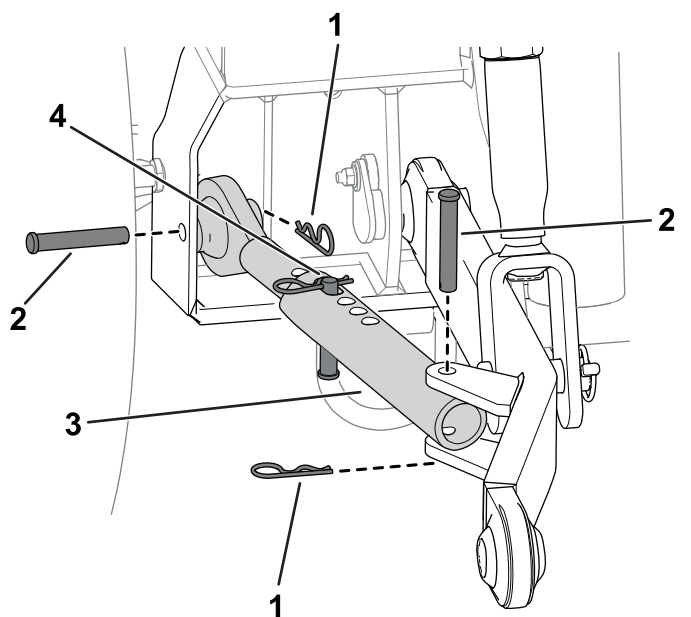

Рисунок 4
Примечание: На Рисунок 3 и Рисунок 4 показана установка тяг на левой стороне машины. Повторите эти действия на правой стороне машины.
4. С помощью шплинтуемых штифтов и игольчатых шплинтов прикрепите поперечные тяги к раме машины (Рисунок 4).
- С помощью шплинтуемого штифта и игольчатого шплинта прикрепите поперечную тягу к продольной тяге (Рисунок 4).
- Установите шплинтуемый штифт и игольчатый шплинт на поперечную тягу (Рисунок 4).